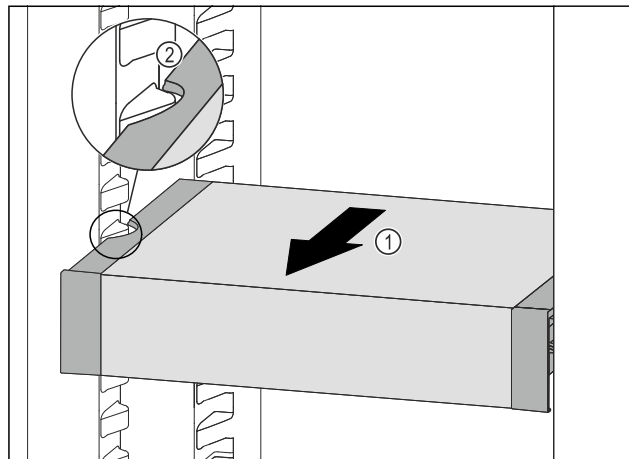

Fig. 102
- ▶ Ladicu VarioSafe vucite prema naprijed Fig. 102 (1) sve dok se bočni otvori ladice VarioSafe ne nađu na visini žlijeba spremnika u hladnjaku. Fig. 102 (2)